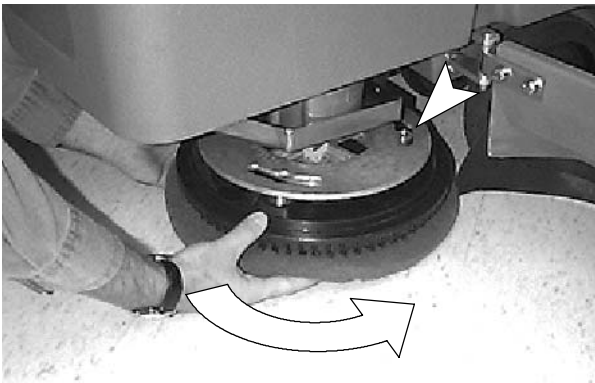

FIG. 9
7. Mettez les ergots du système d'entraînement du patin en face des fentes du moyeu du moteur. Faites faire un tour rapide au système d'entraînement en direction de l'attache à ressort du moteur. Vérifiez si l'attache à ressort est bloquée dans un des ergots du système d'entraînement avant d'utiliser la machine (Figure 9).